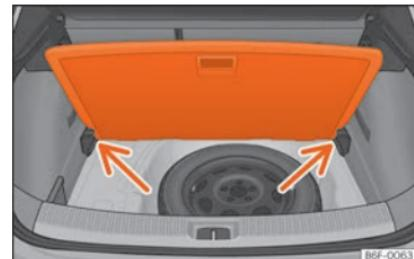

Fig. 118 Suelo variable del maletero: posición inclinada.
- Apoye el piso sobre los alojamientos previstos para tal uso »» **fig. 118** (flechas).